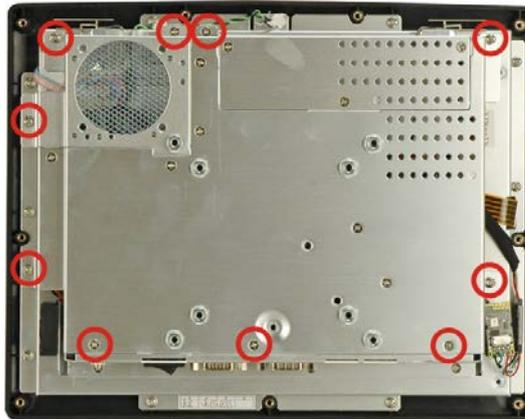

Abbildung 5-3: Halteschrauben Aluminiumabdeckung
Schritt 1: Entfernen Sie die Halteschrauben der Aluminiumabdeckung (**Abbildung 5-3**).